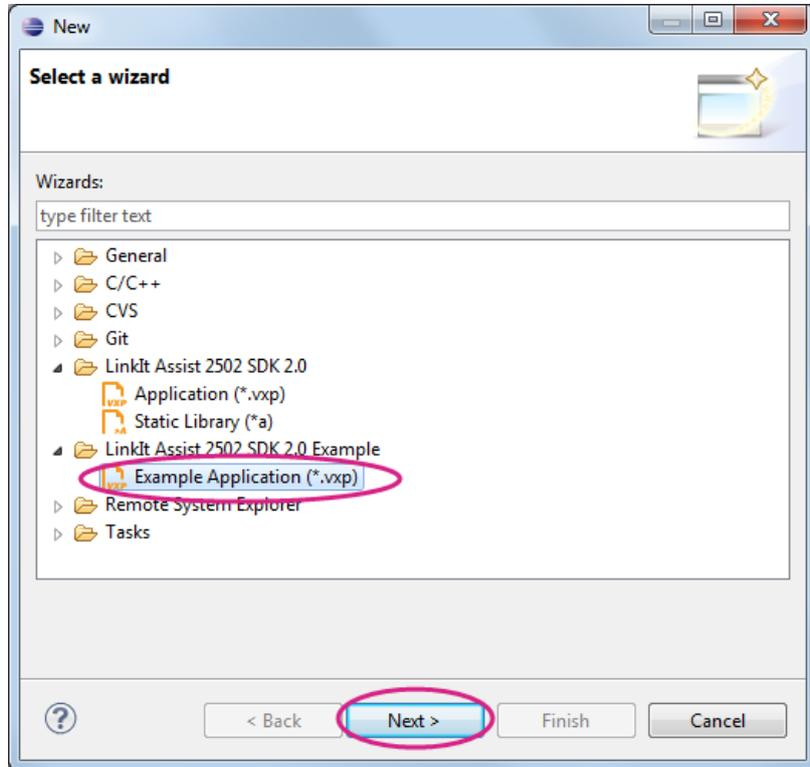

图 24 LinkIt Assist 2502 代码范例
- 1) 在 Eclipse IDE **文件**菜单里，指向**新建**，然后单击**其他**，或使用 CTRL+ N 的键盘快捷键。**新的窗口**将显示。这时展开 **LinkIt Assist 2502 SDK 2.0 Examples** 文件夹，选择一个范例应用 **Example Application (*.vxp)**，并单击 **Next**，如图 24 所示。